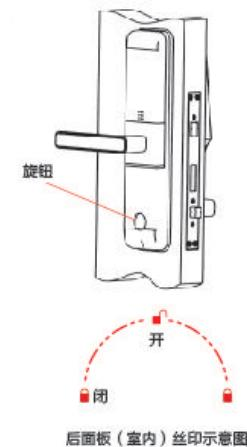

图7
- 7-2-5 同时将旋钮拨片插入锁体内（旋钮安装初始状态可参照锁体开闭状态，按照后面板丝印图示来调整）图7